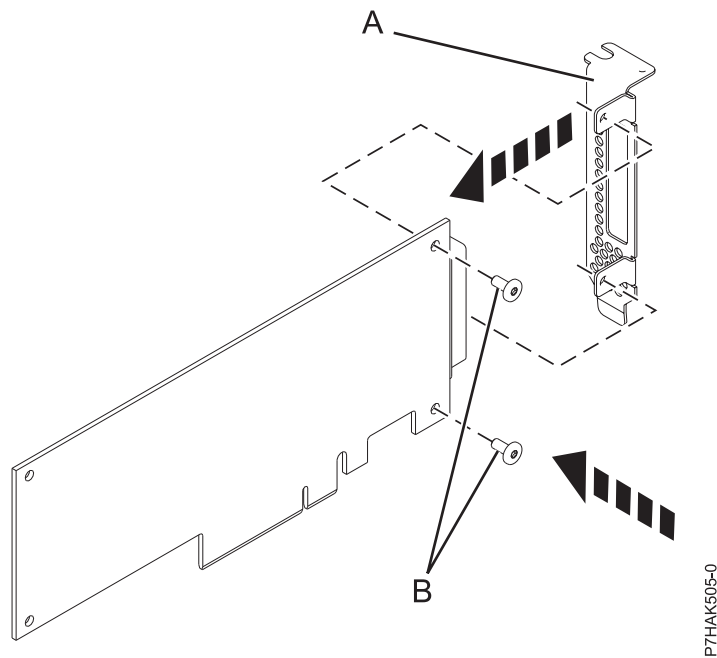

Figura 39. Fixar o contraponto de perfil baixo a um adaptador PCIe
14. Utilize uma chave de fendas phillips e os dois parafusos de fixação (B), ligue o contraponto (A) do adaptador PCIe avariado ao novo adaptador PCIe, como demonstrado na Figura 39 na página 64.